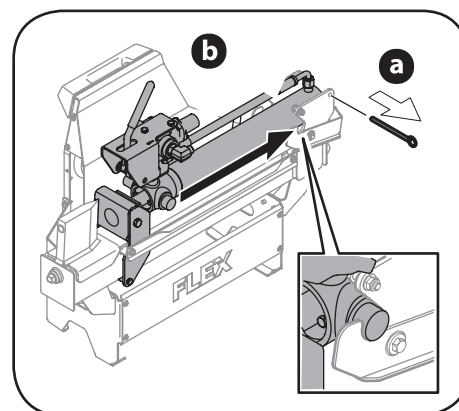

Figura 3-7
10. Retire la clavija de fijación (a) de la base del cilindro. Deslice el cilindro hacia atrás para fijar en su lugar. Vea la Figura 3-7.